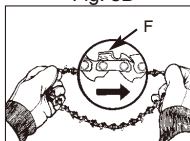

Fig. 3D
7. Spre kjeden ut langs kuttetekantene (F) på kjeden mot ROTERINGSRETNINGEN (Fig. 3D).